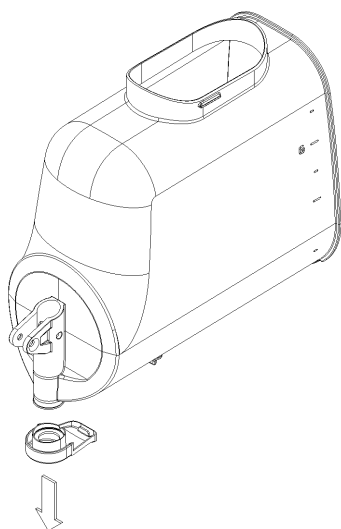

figure 15
- 7 Enlever le réducteur de débit du bac (voir figure 15).
5 Enlever le réducteur de débit du bac (voir figure 15).